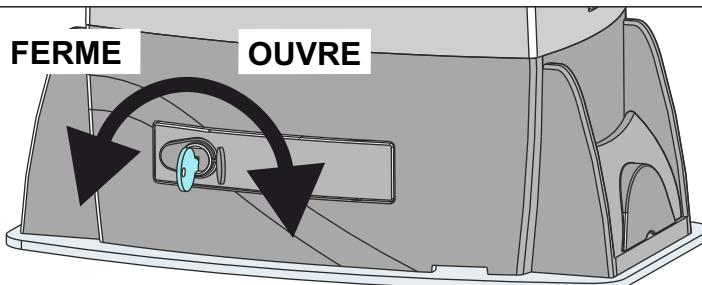

Fig. 31
- Ouvrir le couvre-serrure, insérer la clé et tourner-la 90° dans le sens des aiguilles d'une montre - Fig. 31